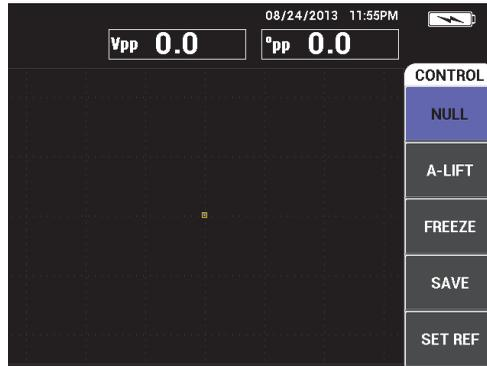

Figura 4-9 Controles ubicados en la parte lateral derecha del equipo
3. Gire la rueda de ajuste para seleccionar la opción **ON** y, después, pulse la tecla de menú MAIN FILTER (☒) para mostrar los controles en la parte lateral derecha del equipo. Vea la Figura 4-9 en la página 92.